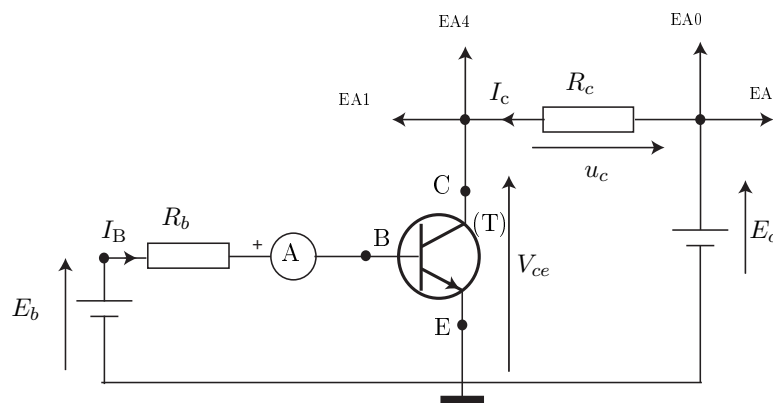

FIGURE 9.3 – Montage pour tracer la caractéristique du transistor bipolaire 2N2219.
- ☞ Réaliser le montage figure 9.3 avec : (T) est le transistor NPN 2N2219A, $R_b = 100\text{ k}\Omega$, $R_c = 0,5\text{ k}\Omega$, E_c : alimentation continue DC (ALR3003-ELC), E_b : alimentation stabilisé (Electronic 2) et A : le multimètre MTX3250 en mode ampèremètre.